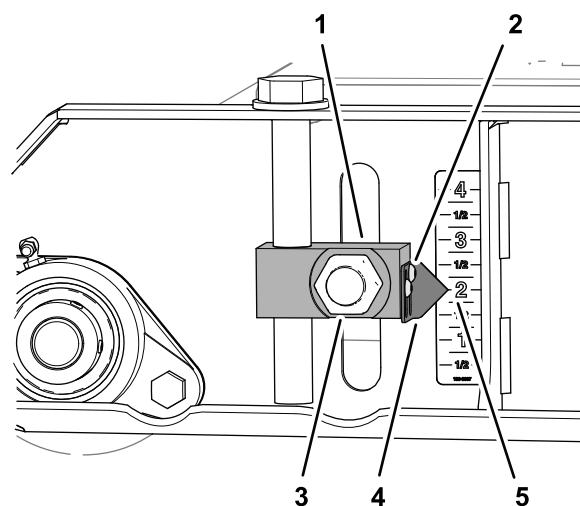
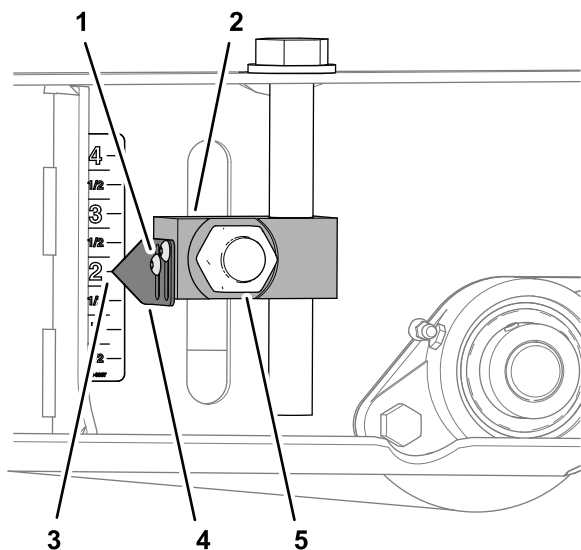

Рисунок 82
Рисунок 84
- Ослабьте 2 винта с внутренними шестигранниками, которые крепят указатель блока регулятора высоты скашивания, совместите указатель с меткой «2 дюйма» на наклейке и затяните винты (Рисунок 82).
- Ослабьте винты с внутренними шестигранниками, которые крепят 2 указателя блока регулятора высоты скашивания, совместите указатели с метками «2 дюйма» на наклейке и затяните винты (Рисунок 84).
- Затяните 4 гайки крепления 4 блоков регуляторов высоты скашивания (Рисунок 82 и Рисунок 84) переднего и заднего валиков с моментом от 322 до 396 Н·м.